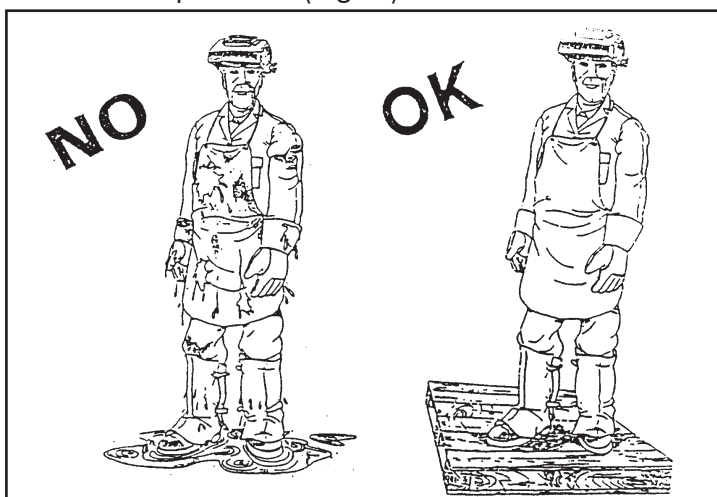

FIGURE 7
- renforcer la protection individuelle, l'isolement du sol et de l'élément à souder vis-à-vis de l'opérateur (Fig. 7).